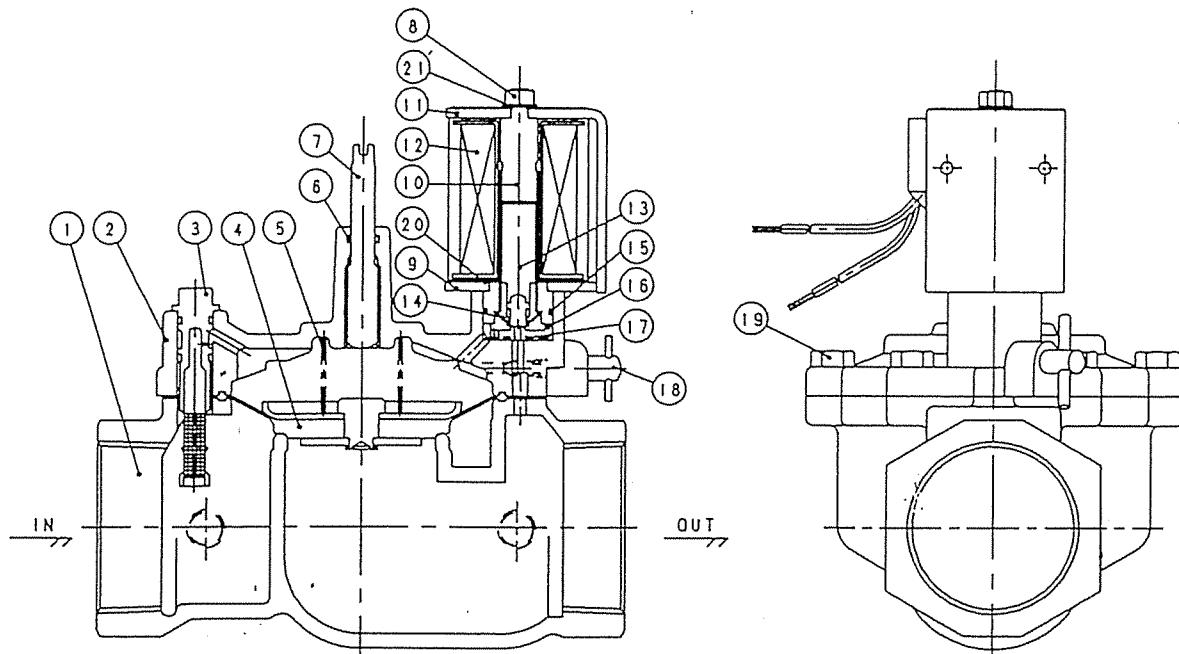

図18
- (1) 図18はRSV-32・40・50A-210K(標準品)の構造図です。